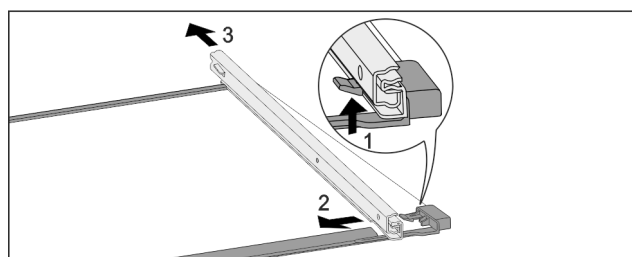

Fig. 71 Glasplatte mit Schienen
- Vordere Rasthaken nach oben drücken. Fig. 71 (1)
- Auszugsschiene zur Seite Fig. 71 (2) und nach hinten Fig. 71 (3) wegschieben.